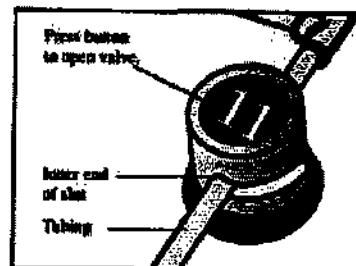
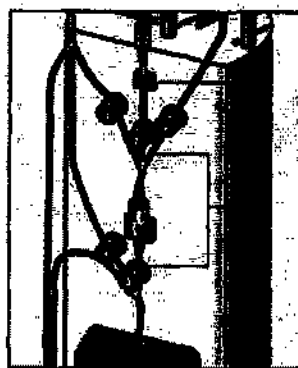
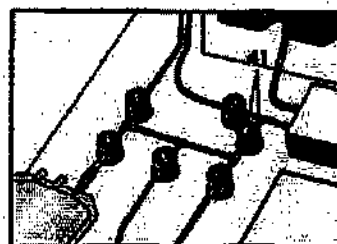

Рис. 4.3-4
Рис. 4.3-5
Рис. 4.3-7
- Чтобы отрегулировать шланги после закрытия клапана, необходимо предварительно нажать на кнопку клапана. (рис. 4.3-4).
1. Вставьте шланг в клапан №4. Убедитесь в том, что шланг надежно закреплен в клапане (рис. 4.3-4) Обратите особое внимание на расположение шлангов между клапанами №4 и 5. (рис. 4.3-5).
3. Поместите **соединение 4-х шлангов** прямо под клапан №2 . Обратите особое внимание на расположение шлангов под клапаном №2. (рис. 4.3-5).
5. Вставьте шланг между клапаном №2 и капельницей в сенсор жидкости (рис. 4.3-5). Убедитесь в том, что шланг надежно закреплен в сенсоре.
□ Проверьте правильность размещения шлангов в клапанах. Убедитесь в том, что все шланги расположены правильно, согласно схеме, отсутствуют узлы, перегибы и растяжки. Обратите особое внимание на расположение шлангов рядом с Пре-колонкой, и между насосом и клапанами №7 и №8 (рис. 4.3-7), а так же между №4 и №5 (рис. 4.3-5).